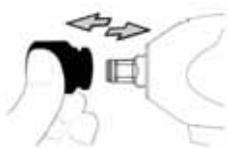

Рис. 1
- Чтобы установить торцевую головку, вставьте ее в приводной шпиндель до упора (см. рис. 1).